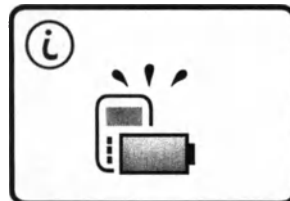

Рис. 4.5 Экран завершения зарядки зарядного устройства.
3. После завершения сеанса зарядки отобразится экран завершения зарядки зарядного устройства (Рис. 4.5).